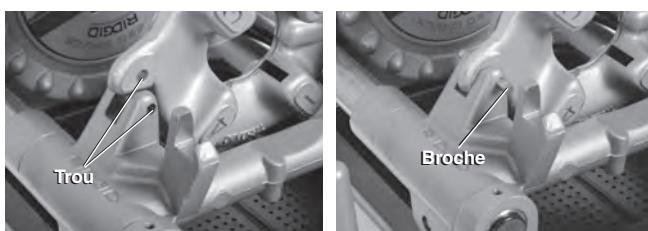

Figure 24 – Retenue de la tête de filière à gauche
1. Introduisez une broche de  $5/16"$  de diamètre et 2" de long à travers les trous du chariot et de la tête de filière à gauche pour tenir la tête en place (*Figure 24*).